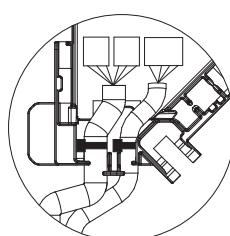

Fig. 10-15
- Upewnić się, że obejma mocująca przewody łączące Czujnika i-see i odbiornika sygnału znajduje się wewnętrzko skrzynki złączy. (Fig. 10-15)